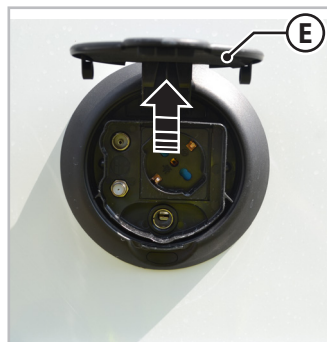

Fig.6.34 - Tomada multimédia externa
2. Levantar a tampa (E - Fig.6.34) da tomada localizada na lateral do veículo.